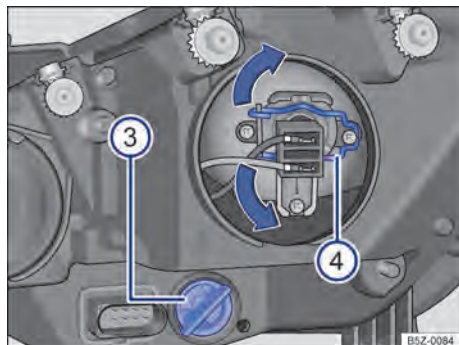

Fig. 150 No compartimento do motor: vista traseira do farol dianteiro direito sem cobertura de borracha: **3** indicadores de direção e **4** farol baixo.
| → Fig. 149 e → Fig. 150 | Farol alto 1 | Luz de posição 2 | Indicadores de direção dianteiros 3 |
| → Fig. 149 e → Fig. 150 | Farol alto ① | Luz de posição ② | Indicadores de direção dianteiros ③ | Farol baixo ④ |